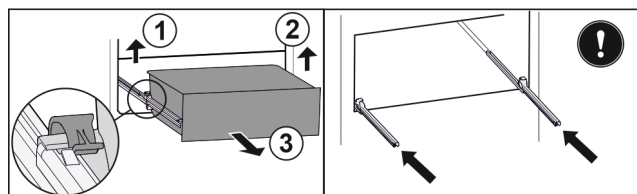

Fig. 26
- Sollevare il morsetto a sinistra e contemporaneamente tirare in avanti il cassetto a sinistra Fig. 26 (1).
- Sollevare il morsetto a destra e contemporaneamente tirare in avanti il cassetto a destra Fig. 26 (2).
- Rimuovere il cassetto tirandolo in avanti Fig. 26 (3).